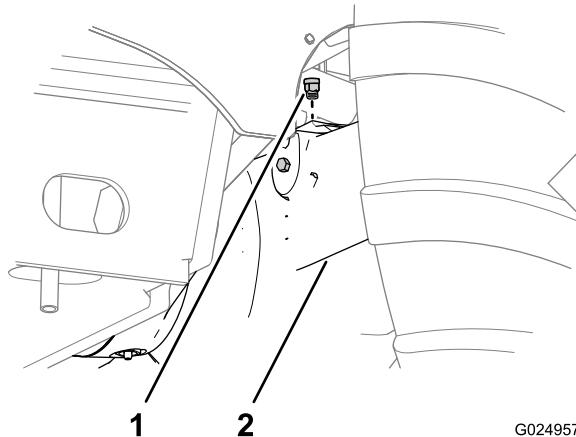
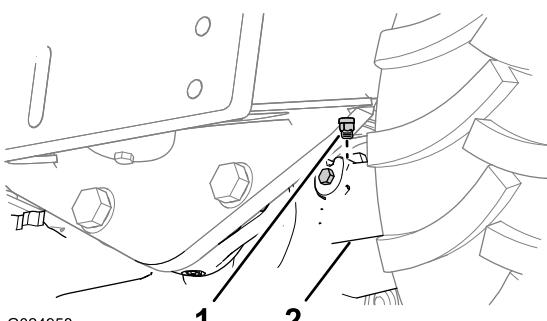

Рисунок 92
Рисунок 93
1. Очистите поверхность вокруг сапунов с помощью очищающего растворителя (Рисунок 92 и Рисунок 93).
2. Снимите сапуны с переднего и заднего моста (Рисунок 92 и Рисунок 93).
5. Установите сапуны в передний и задний мосты (Рисунок 92 и Рисунок 93).